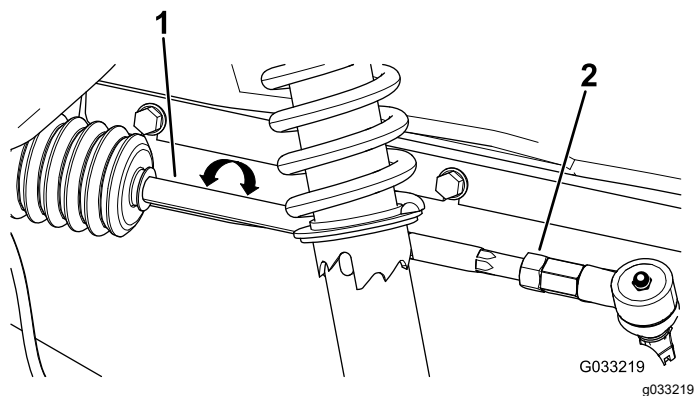

图 46
2. 如果测量值超出 06mm 应松开横拉杆外端的锁紧螺母图 46。